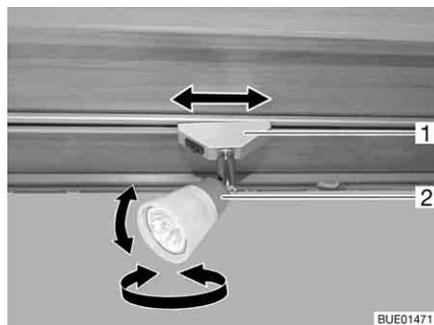

Fig. 51 Faretto
*Orientamento:* ■ Afferrare l'involucro (Fig. 51,2) e girarlo.
- Afferrare il supporto (Fig. 51,1) e ruotarlo di circa 45°.
- Afferrare il supporto (Fig. 51,1) e ruotarlo di 90°.